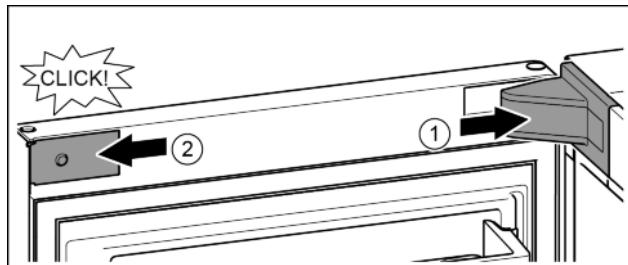

Fig. 20
- Așezați capacul suportului de lagăr și fixați în poziție, după caz, despărțiti cu precauție prin apăsare. Fig. 20 (1)
- Aplicați și fixați în poziție masca. Fig. 20 (2)